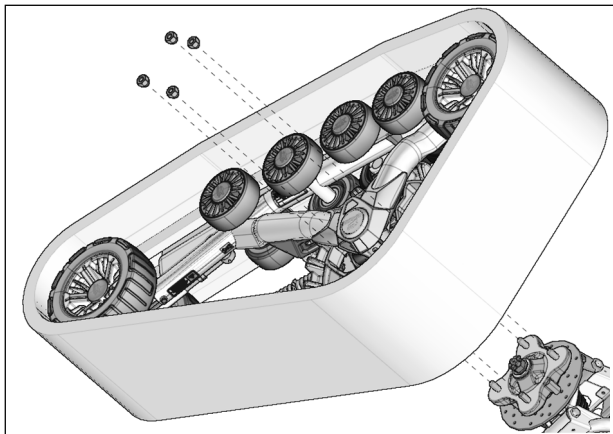

Fig. 11
7. Au moyen des écrous de roue d'origine du véhicule, boulonner chaque système de traction au moyeu de roue avant. La marche à suivre et les précautions sont les mêmes qu'à l'arrière. Voir la Fig. 11
10. Fixer le système de traction au moyen de roue arrière. Utiliser les écrous de roue d'origine du véhicule. Voir la Fig. 11